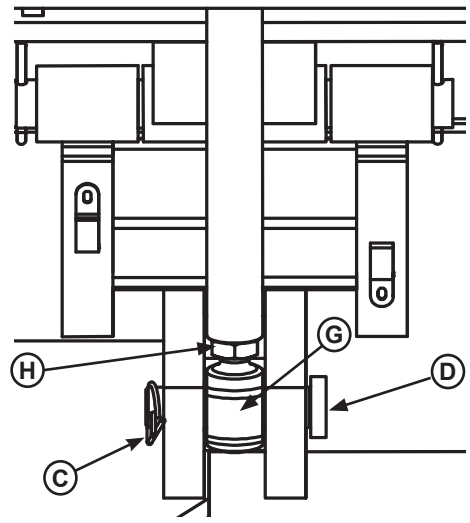

Figura 17
4. Si está conectado, retire el pasador Rue (C) y desconecte el pasador de montaje inferior del cilindro de elevación (D). Consulte la **Figura 17**.
- d. Bloquee el pasador Rue (C) en su lugar, como se muestra en la **Figura 17**.
10. Vuelva a instalar el interruptor limitador almacenado (B). Confirme que la luz indicadora AZUL "Nivelador almacenado" en el panel de control esté encendida.
12. Una vez que se logre el ajuste ideal de control de flujo de velocidad descendente, apriete el tornillo de fijación (J) de la perilla de ajuste para bloquear el ajuste en posición.